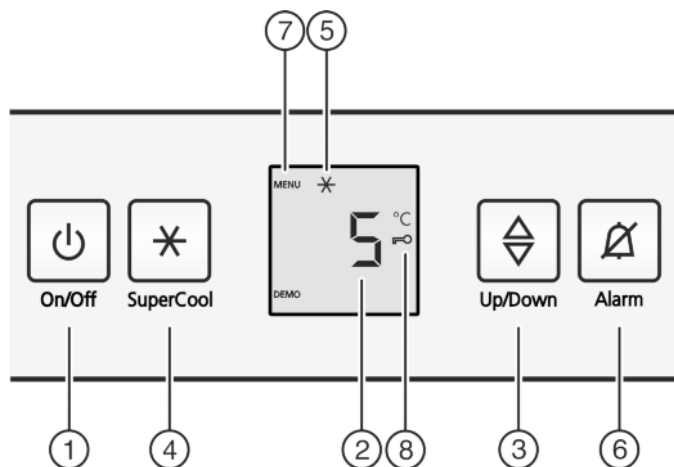

Fig. 2
- ▶ Нажать кнопку On/Off Fig. 2 (1).
- ▶ Нажмите кнопку «SuperCool» Fig. 2 (4) и удерживайте ее прим. 5 секунд.
- ▷ На индикаторе будет отображаться символ «Меню» Fig. 2 (7).
- ▶ Для подтверждения нажать и отпустить кнопку «SuperCool» Fig. 2 (4).
- ▷ На индикаторе горит символ «Защита от детей» Fig. 2 (8).
- ▶ Нажать и отпустить кнопку «On/Off» Fig. 2 (1).
- ▶ Нажмите кнопку Alarm Fig. 2 (6).
- ▶ Активация модуля регулировки температуры: нажмите кнопку настройки *Fig. 2 (3)*.
- ▶ Температуру меняйте степенями по 1 °C: нажимайте кнопку настройки *Fig. 2 (3)* до тех пор, пока на индикаторе температуры не будет высвечена требуемая температура.
- ▶ Коротко нажмите кнопку SuperCool *Fig. 2 (4)*.
- ▷ На индикации горит символ SuperCool *Fig. 2 (5)*.
- ▷ Символ SuperCool *Fig. 2 (5)* на индикации гаснет.